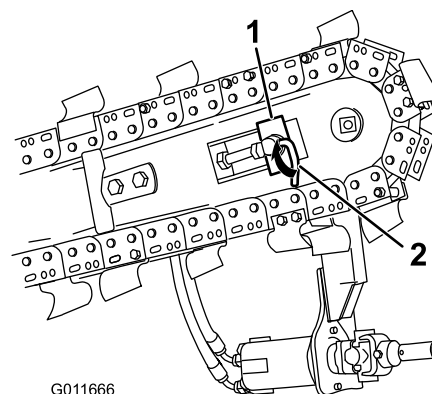

**Figure 23**
5. Pivotez la plaque de serrage de 90 degrés et serrez le boulon de verrouillage du levier, puis basculez le levier pour bloquer l'ensemble en place (Figure 23).